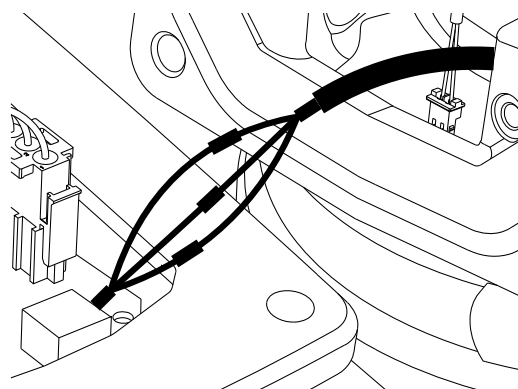

Рис. 19 Провода с соединителями
6. Отрежьте 5, 30 и 55 мм от трёх проводов электронного блока и корпуса статора так, чтобы концы оказались друг против друга. См. рис. 19. Например, если от красного провода электронного блока отрезано 5 мм, то от красного провода корпуса статора нужно отрезать 55 мм.